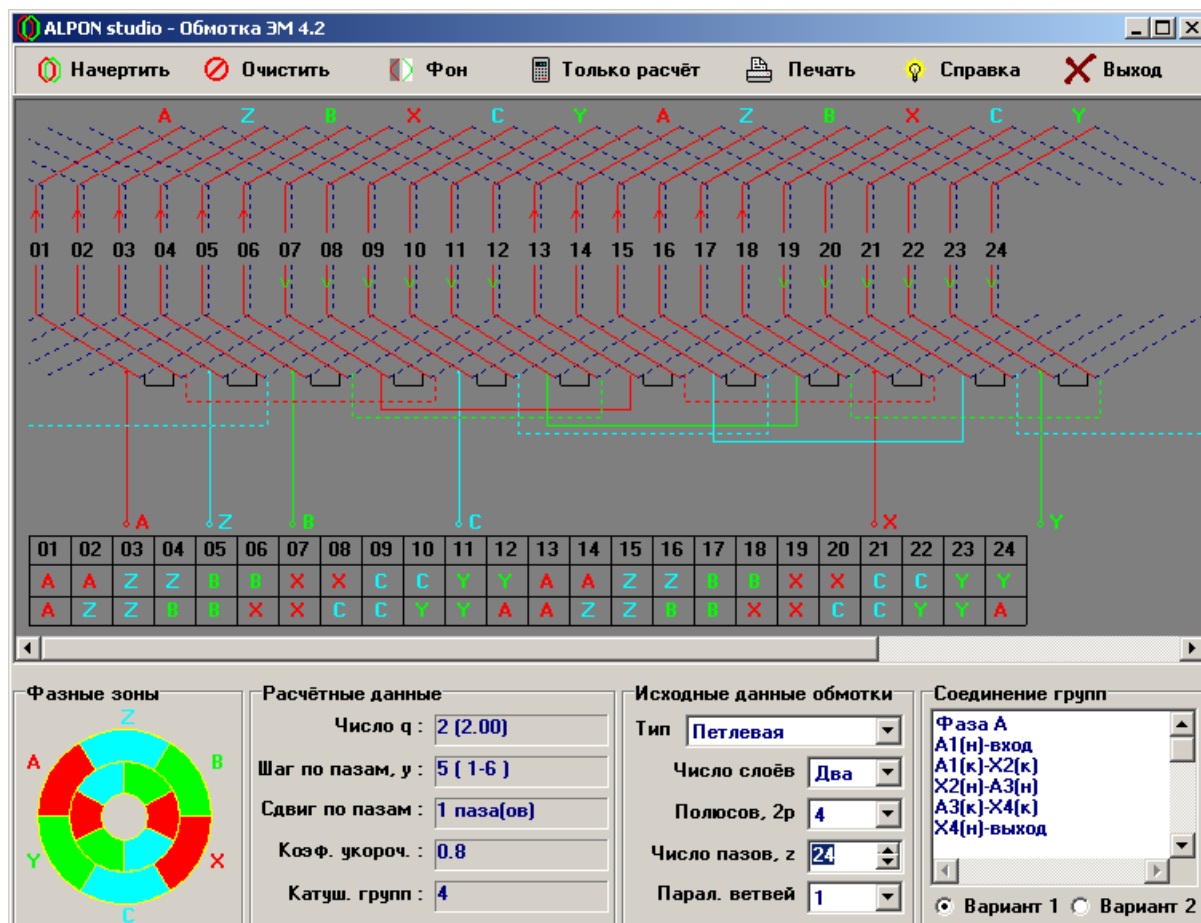

Рисунок 2. Главное окно (петлевая двухслойная обмотка).
- Обмотка петлевая, двухслойная, $2p = 4$, $z = 24$, $a = 2$ (рис. 2);